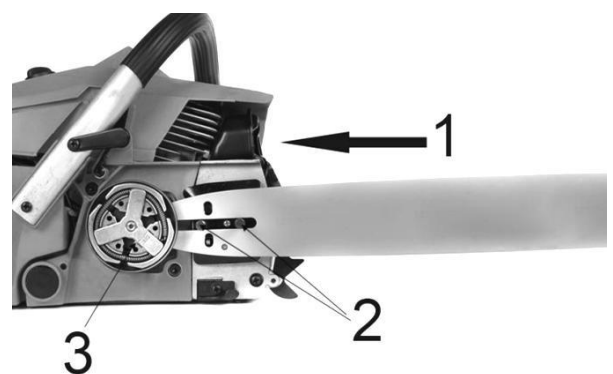

Рис. 4.
Установите пазовую часть пильной шины (1) на шинные болты (2). Передвигайте шину за муфту сцепления (3) до тех пор, пока отверстие для регулировочного штифта не совпадёт с положением штифта (см. Рис. 4).